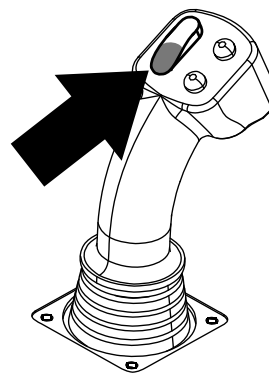
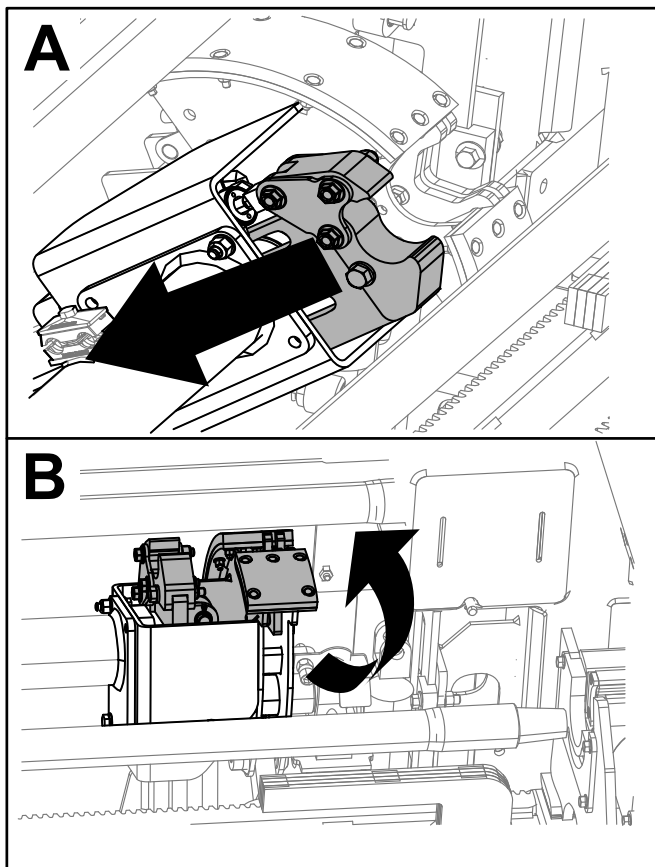

Bild 38
Bild 39
11. Halten Sie den unteren Teil des Kippschalters (Bild 38), bis die Arme zurückgezogen sind und die Nocken in die Ausgangsstellung zurückgegangen sind (Bild 39).